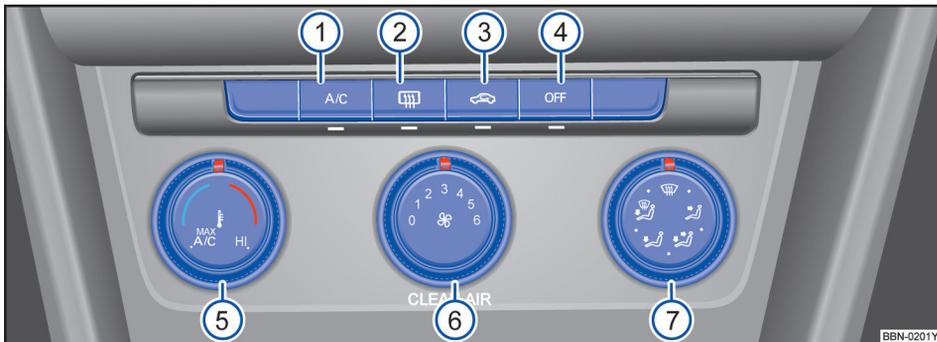

图 99 中控台上：电子手动空调的操作元件
- 按压按钮(☒)→图 99 (3)，即可打开或关闭空气内循环模式。如果此按钮中的指示灯亮起，说明其处于打开状态。